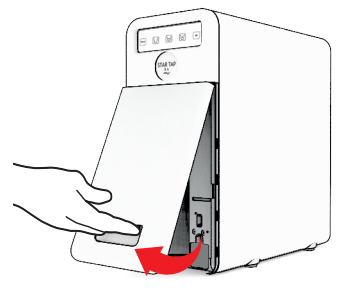

Fig. 1-13
22.2 - Con una mano, afferrare lo sportello frontale dalla maniglia posta sulla parte inferiore tirando in modo deciso verso l'esterno fino a completa estrazione, vedi Fig. 1-13.